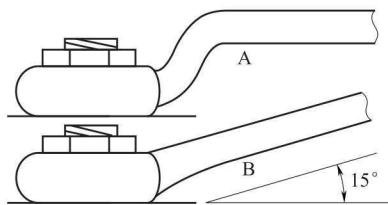

图 1-3 带有弯曲或角度手柄的扳手
(1) 两端是套筒，套筒内孔是由两个相互同心的正六边形错开 30° 组合而成的。
(2) 使用时，梅花扳手扳动 30° 后，可更换位置，它适用于狭窄场地的操作。
(3) 使用时，可将螺栓和螺母的头部全部围住，不易脱落，操作安全可靠。
(4) 与开口扳手相比，其拧紧或拧松的力矩较大。
(5) 扳手手柄带有弯曲或角度，使用时可以为手指提供间隙，防止擦伤皮肤，如图 1-3 所示。